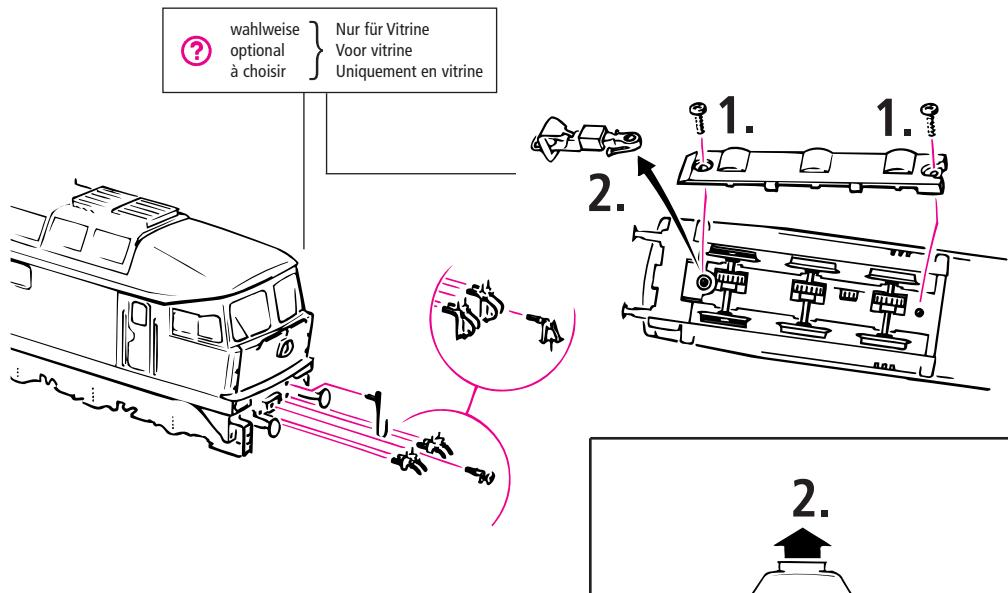
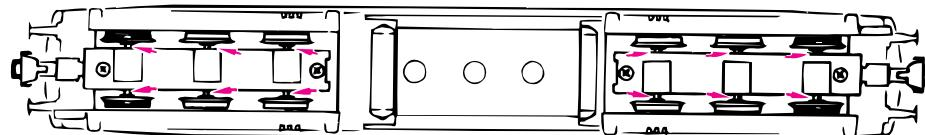
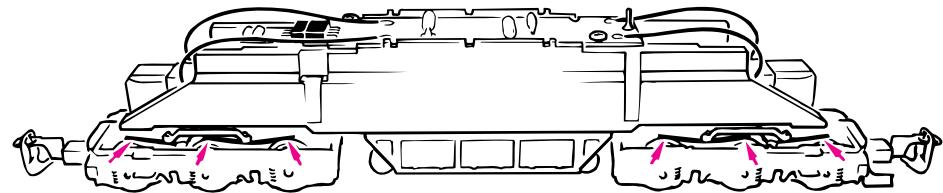

Fig. 3
Fig. 9
Fig. 10
**1. Reinigung der Radstromkontakte:** Radstromkontakte können auf unsauberer Schienen leicht verschmutzen. Bitte **entfernen Sie vorsichtig** mit einem kleinen Pinsel den Schmutz an den in Fig. 9 gekennzeichneten Stellen. Dazu zuerst das Lokgehäuse abnehmen (Fig. 3).
**2. Schmierung:** Versehen Sie die im Schmierplan in Fig. 8 gekennzeichneten Stellen mit nur **kleinen Öltropfen**. Dazu zuerst das Lokgehäuse abnehmen (Fig. 3). Wir empfehlen den **ROCO-Öler Art. Nr. 10906**. Zur Schmierung der Getriebeteile (Zahnräder, Schnecke) empfehlen wir das **ROCO-Spezialfett 10905**. Im Falle der Schmierung diese Teile bitte nicht ölen.
**3. Lämpchenwechsel:** Zuerst das Lokgehäuse abnehmen (Fig. 3). Danach können Sie die **Lämpchen wechseln** (Fig. 6).
**5. Kohlebürstenwechsel:** Lokgehäuse abnehmen (Fig. 3). Danach werden die **Kohlebürsten** bzw. der Motor ausgewechselt (Fig. 10).
Les lames de contact risquent de s'encrasser rapidement sur des voies poussiéreuses. Veuillez **enlever la poussière** aux endroits marqués à la fig. 9 à l'aide d'un petit pinceau souple après avoir démonté le couvercle d'engrenage (fig. 3).
**2. Graissage:** N'appliquez **qu'une tout petite goutte** aux endroits indiqués par le plan de graissage (fig. 8) après avoir démonté la caisse de la locomotive (fig. 3). Nous vous recommandons le **graisseur à huile ROCO réf. 10906**. Pour graisser les engrenages (roues dentées, vis sans fin) nous vous conseillons la **graisse spéciale Roco réf. 10905** pour engrenages en matières synthétiques. Lorsque vous utilisez cette graisse il faut éviter d'huiler ces composants.
**3. Remplacement des ampoules:** Veuillez démonter d'abord la caisse de votre locomotive (fig. 3), puis vous pouvez échanger les **ampoules** (voir fig. 6).
**5. Remplacement des balais du moteur:** Démontez la caisse (voir fig 3). Démontez ensuite le moteur et échangez le balais ou le moteur (fig. 10).
**1. Reinigen van de wielcontacte:** Verwijder met een penseel het vuil van de aangegeven plaatsen (Fig. 9).
**2. Het smeren:** Op de aangegeven punten slechts een enkel oiledruppeltje (Fig. 8). Daartoe wel eerst het lochuis verwijderen (Fig. 3). Wij adviseren **Rovo-smeerolie Nr. 10906**. Voor het smeren van de aandrijving (tandwielen, wormwielen, etc.) adviseren wij **Roco-smeervet Nr. 10905**. Let op. Geen olie gebruiken waar smeervet zit.
**3. Verwisselen van de lichten:** Verwijder eerst de loc-kap (Fig. 3) en verwissel dan de lampes (Fig. 6).
**5. Het vervangen van de koolborstels:** Loc-kap verwijderen (Fig. 3). Daarna tilt u de motor eruit en kunt u de borstels vervangen (Fig. 10).